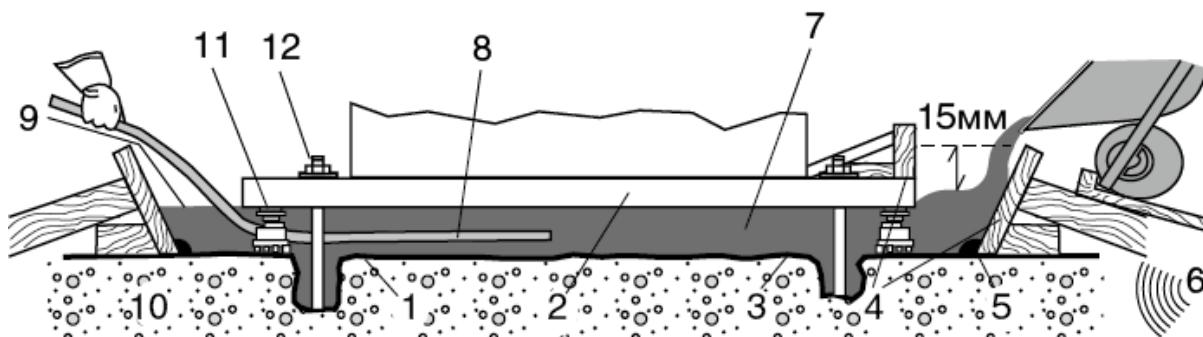

Рисунок 1: Схема применения MasterFlow 928 для высокоточной цементации оборудования
4. В целях предотвращения вытекания состава опалубка должна быть изготовлена из прочного водонепроницаемого материала и надежно заанкерована и подперта, чтобы выдержать давление состава после укладки. Со стороны, откуда будет заливаться MasterFlow 928 следует предусмотреть зазор в 150 мм между опалубкой (см. рис.1) и основанием станины оборудования. С боковых сторон